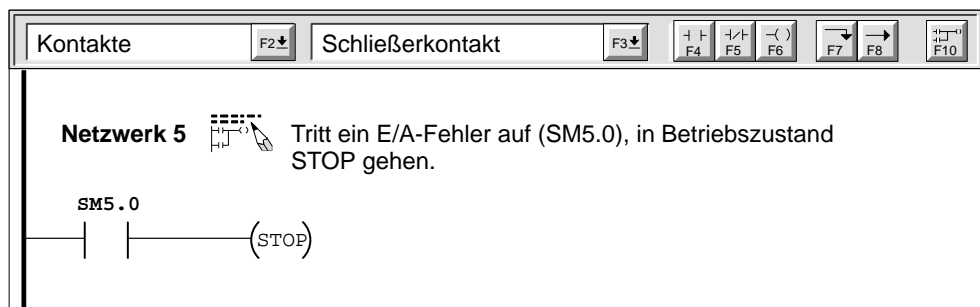

Bild 6-17 Erkennen von leichten Fehlerbedingungen in Ihrem Anwenderprogramm
Die CPU geht nicht in den Betriebszustand STOP, wenn ein leichter Fehler erkannt wird. Es legt die Ereignisse in Sondermerkern (SM) ab und fährt mit der Programmbearbeitung fort. Sie können jedoch Ihr Programm so schreiben, daß bei Auftreten eines leichten Fehlers der Übergang in den Betriebszustand STOP erzwungen wird. Bild 6-17 zeigt ein Netzwerk eines Programms, das einen Sondermerker überwacht. Die Operation versetzt die CPU in den Betriebszustand STOP, wenn ein E/A-Fehler erkannt wird.